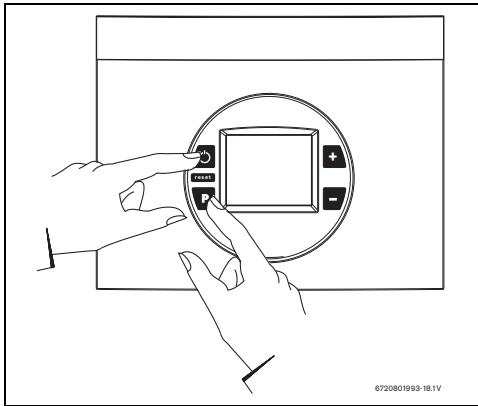

Fig. 42 Modalità regolazione gas
- ▶ Mantenere premuto il tasto "P" (Fig. 42), e premere l'interruttore principale ON/OFF per accendere l'apparecchio (Fig. 42).